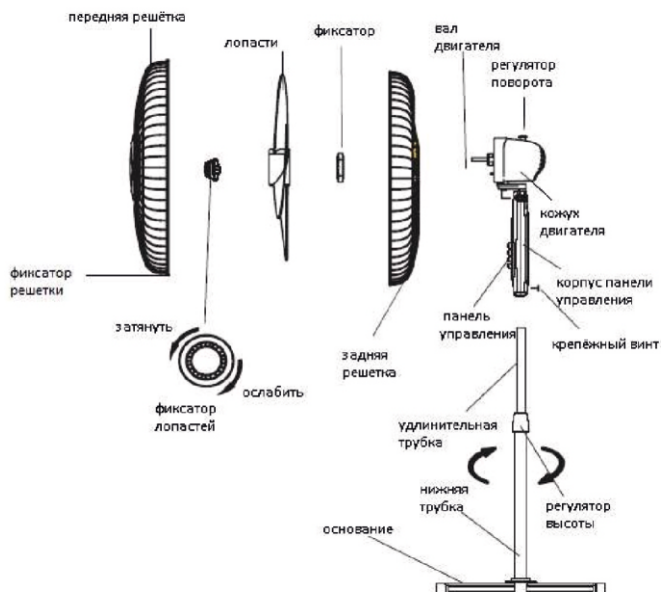

Рисунок 1.
5. Установите двигатель вентилятора в сборе с корпусом панели управления на верхнюю трубку до упора и закрепите крепёжным винтом (рисунок 1).